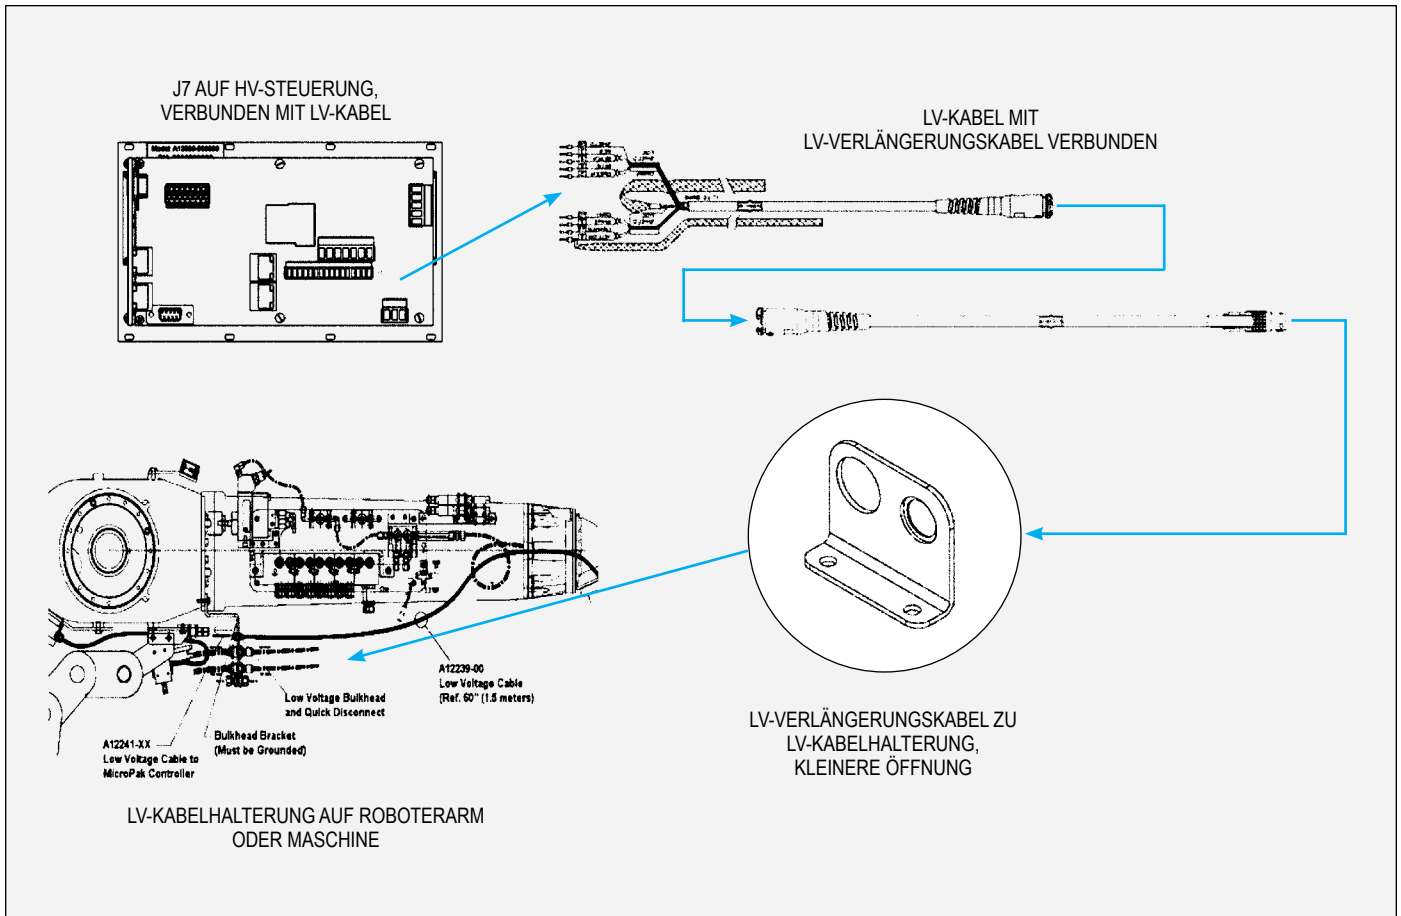

Abbildung 31: Montage des LV-Verlängerungskabel (Verbindungen zwischen den Teilen des Integrationskits)
5. Schließen Sie das freie Ende des LV-Verlängerungskabel durch die LV-Kabel-Halterung an ein Kabel von Ihrem Applikator. Ein allgemeines Beispiel ist in Abbildung 31 dargestellt.